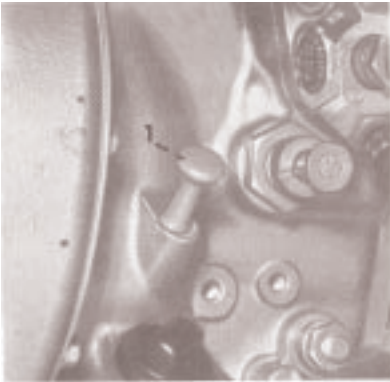

Fig 12
- Vérification du niveau: par la jauge 1 Fig.12